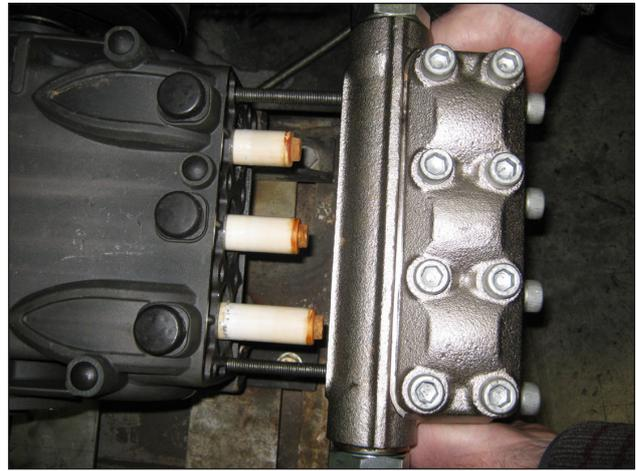

Fig. 29
- B) Lubrifique os componentes ②③⑤ com graxa de silicone tipo OCILIS cód. 12001600; esta operação é considerada necessária para facilitar o assentamento da borda dos vedantes no pistão.
- 1. Usando dois parafusos - pino de serviço (código 27726000) fixado ao cárter como indicado em (Fig. 29), posicione o cabeçote completo, certificando-se de que ele esteja centrado somente no pistão central.